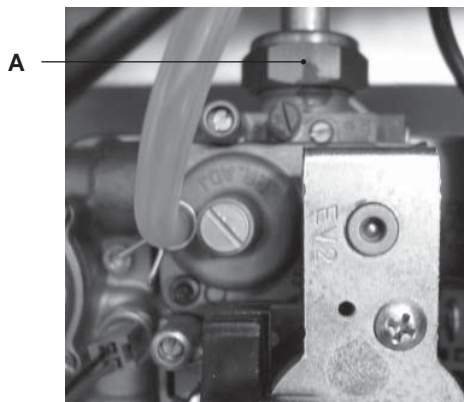

Figura 8.1
- Svitare il girello A del tubo gas indicato in Figura 8.1.
Attenzione per rimontare eseguire le operazioni effettuate in senso inverso, stando attenti a non rovinare la guarnizione OR del tubo gas quando si inserisce il tubo nell'aerotech ed eseguire la prova di tenuta gas dopo aver stretto il girello del tubo gas (Figura 8.1).